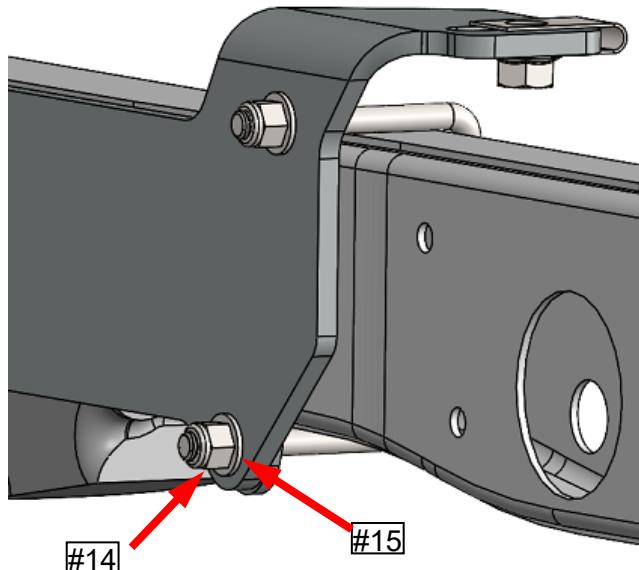

Figure 8
16. Loosely install $\frac{1}{2}$ " nylock nuts (#14) and $\frac{1}{2}$ " washer (#15) as shown. See Figure 8.
16. Installez, sans serrer, les écrous nylock $\frac{1}{2}$ " (#14) et la rondelle $\frac{1}{2}$ " (#15) comme indiqué. Voir figure 8.